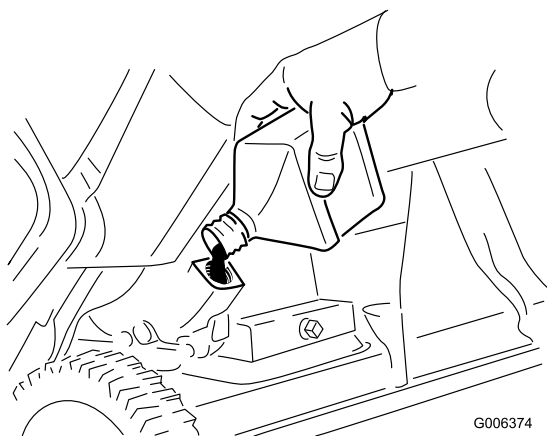

Figure 30
- La souffleuse à neige étant en position d'utilisation, versez **lentement** de l'huile dans l'orifice de remplissage jusqu'au niveau de trop-plein (Figure 30).